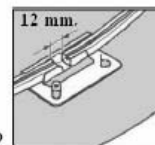

fig. 12
- i) Pour maintenir la distance entre les profilés inférieurs PCA, placez une pièce de +/- 10mm entre celles-ci (Fig. 12), en laissant l'espace suffisant pour pouvoir installer postérieurement la paroi d'acier. La pièce sera retirée définitivement au moment de l'installation des poteaux.